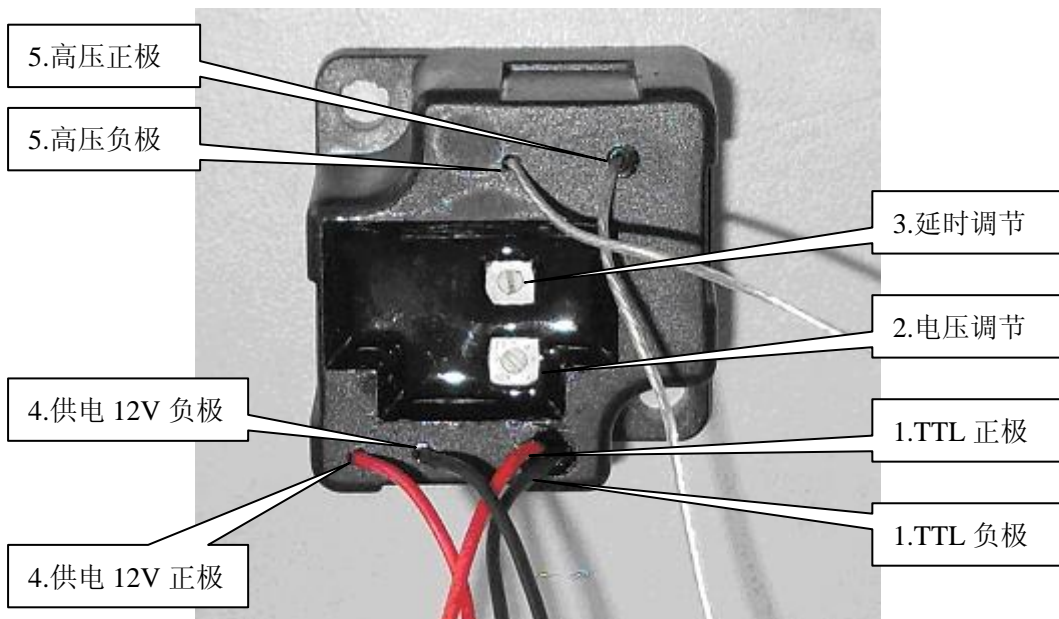

图 1 调 Q 模块实物图
2、电压调节：根据不同的电光调 Q 晶体，要设置 1/4 波长电压或者其它波长电压，需要调节“调 Q 电源”的晶体高压输出电压。本电源的“**电压调节**”需要使用眼镜螺丝刀（如图 2）插入电压调节孔内，然后调节。顺时针调节为增大电压，逆时针为减小电压（模块放置如图 1 所示）。